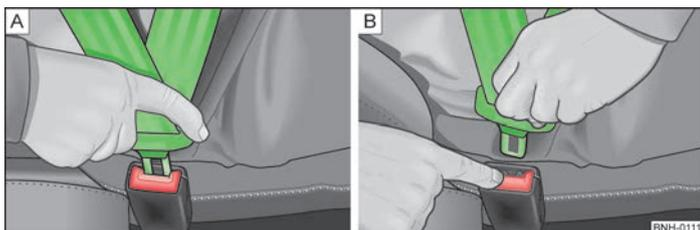

Fig. 113 Colocar y quitar el cinturón de seguridad
- Introducir la lengüeta en el cierre correspondiente al asiento » fig. 113 - [A] hasta que se oiga como encaja.
- Pulsar la tecla roja en el cierre del cinturón » fig. 113 - [B], la lengüeta del cinturón saldrá disparada.